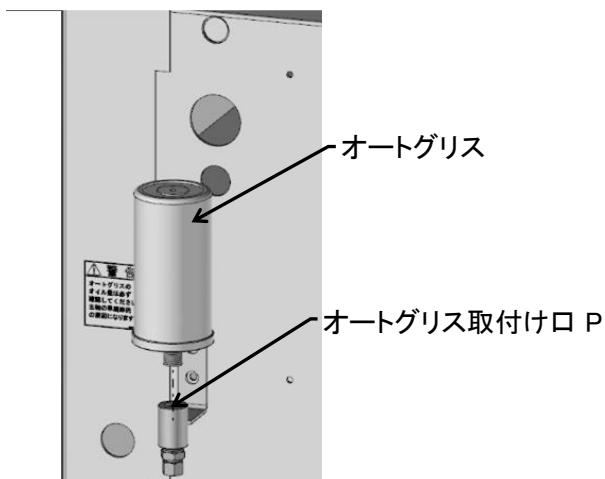

図 5-5
- ・付属品のオートグリスをオートグリス取り付け口 P に取り付けます。（図 5-5）